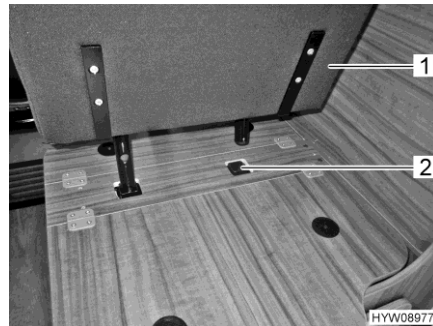

Fig. 29 Inserire il sedile installabile nel supporto
- Inserire il sedile installabile (Fig. 29,1) nel supporto (Fig. 29,2).